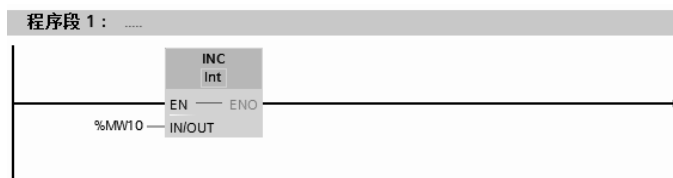

图 5-59 OB40 中的程序
③ 编写程序。在组织块 OB40 中编写程序如图 5-59 所示，每次压下按钮，调用一次 OB40 中的程序一次，MW10 中的数值加 1，也就是记录了使用按钮的次数。